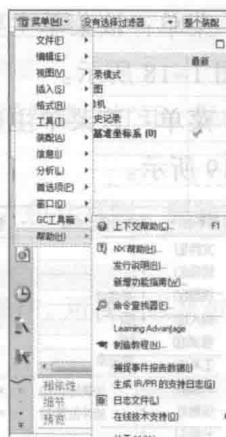

图 1-24 “帮助”菜单
- “帮助”菜单：该菜单主要用于使用软件提供的帮助信息进行相应的操作，如图1-24所示。